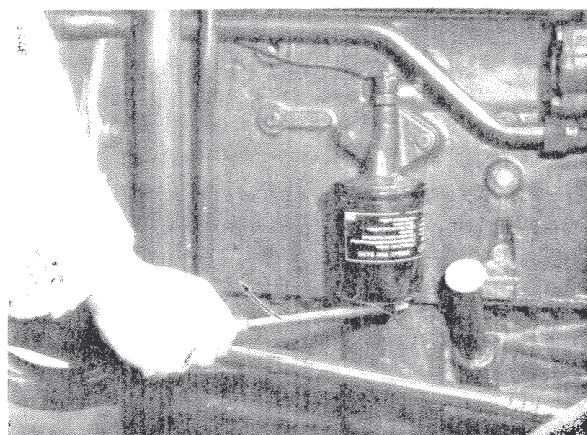
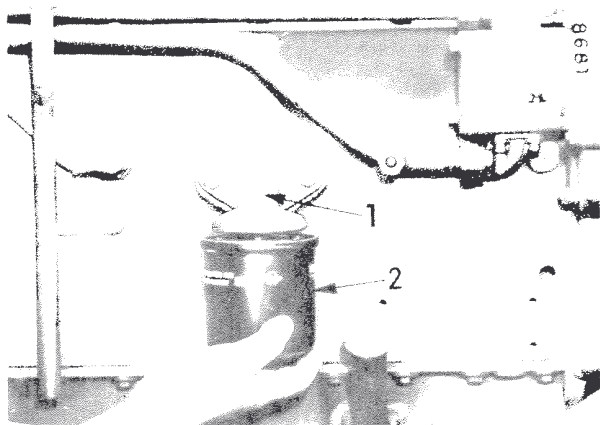

Fig. 59 - Dépose du filtre à huile
Fig. 60
Dévissez le filtre (2) Fig. 60 et jetez-le. Si le filtre adhère fortement à son support (1) sa dépose peut être facilitée à l'aide d'un levier engagé dans les bossages situés à la partie inférieure du filtre (Fig. 59).
Montez le nouveau filtre à huile en le serrant A LA MAIN après avoir légèrement lubrifié son joint. N'utilisez AUCUN OUTIL pour cette opération (Fig. 60).